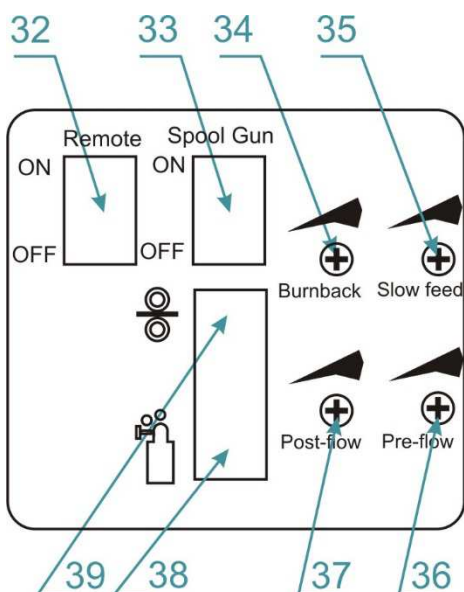

Abb. 3 Sekundäre Bedienungselemente- Bedienfeld im Bereich des Drahtvorschubs.
9. Drücken Sie den Knopf zum Drahteinzug (Abb. 3, 39). Der Schweißdraht wird in den Brenner eingeführt. Nach dem Austritt des Drahtes aus dem Brenner schrauben Sie die Strahlziehdüse und die Gasdüse an.